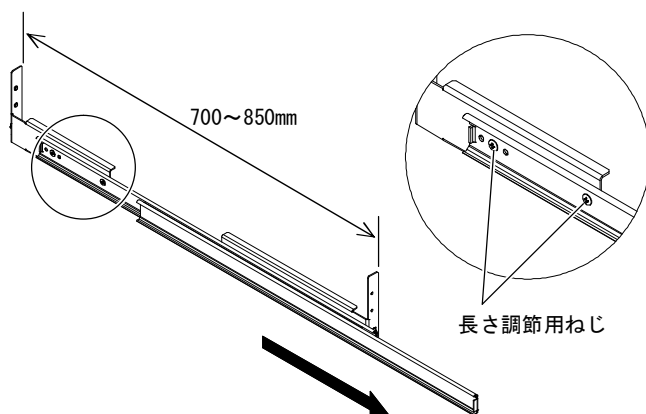

図4 スライドレール
- ①スライドレールの可動部を前へ出し、長さ調整用ねじを緩めてください。(図4)